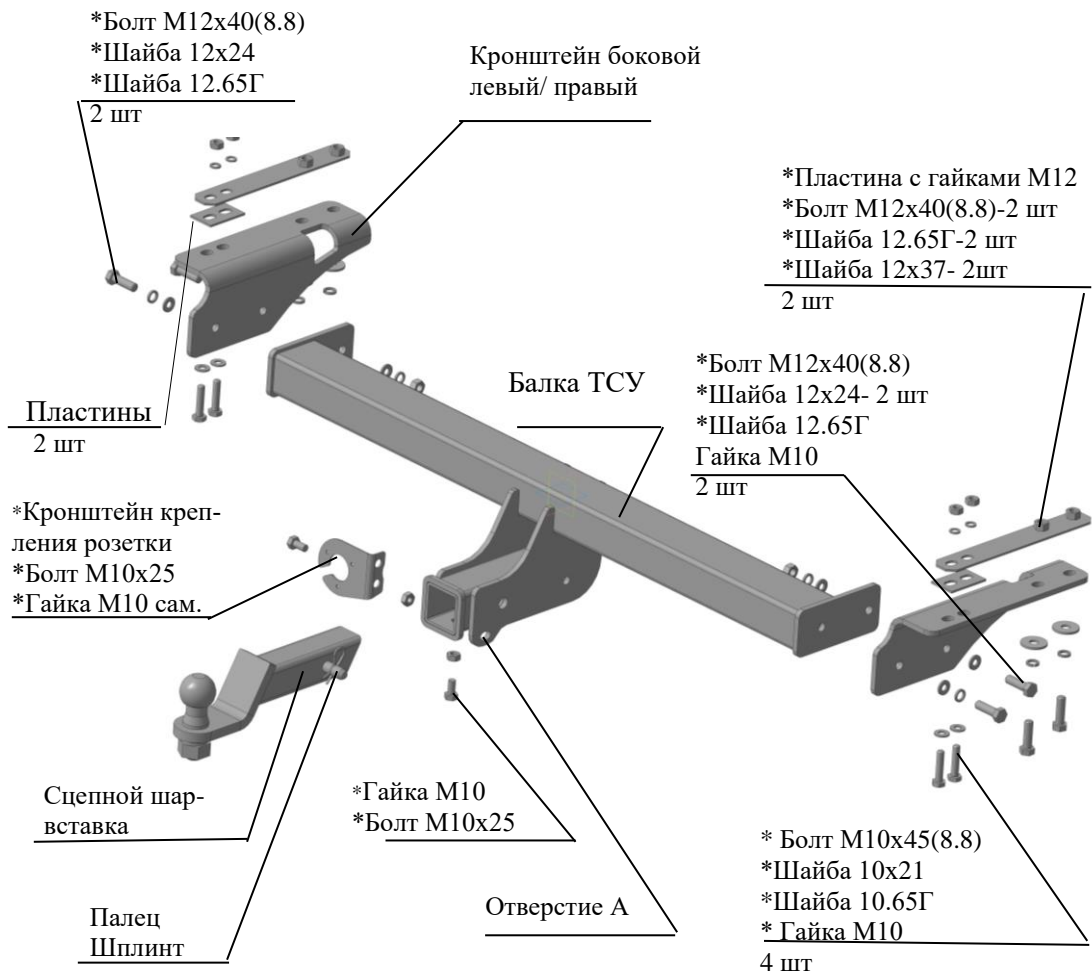

Рис.1 Тягово-сцепное устройство 8320.
2.1 ТСУ 8320 в сборе (рис.1)	1 шт.
2.2 Пакет с комплектующими (см. рис.1)+защитный колпак	1 шт+1 шт.
4.2 Установить боковой левый кронштейн к нижней полке левого лонжерона, используя пластину с гайками М12 (пластину вставить в раму) и болты М12х40, используя болты М10х45 (пластину без гаек установить между кронштейном ТСУ и рамой соответственно рис.1) и крепеж соответственно рис.1. Крепеж не затягивать.
4.4 Закрепить балку ТСУ к съемным боковым кронштейнам болтами М12х40 и крепежом соответственно рис.1. Крепеж не затягивать.